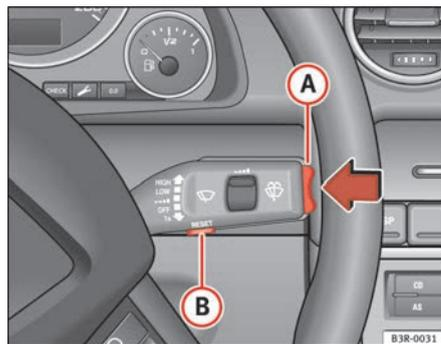

Fig. 59 Levier d'essuie-glace : Éléments de commande de l'ordinateur de bord
Appuyez sur la touche Reset **(B)** ⇒ page 90, fig. 59 pour sélectionner successivement les fonctions des ordinateurs de bord 1 et 2.
Appuyez brièvement sur le sélecteur de fonction ou sur la touche Reset ⇒ page 90, fig. 59 pour arrêter l'alarme de durée du trajet.
- Appuyez sur le côté supérieur ou inférieur du sélecteur de fonctions (A) ⇒ fig. 59. Les fonctions de l'ordinateur de bord dans les différents niveaux de mémoire s'affichent successivement.